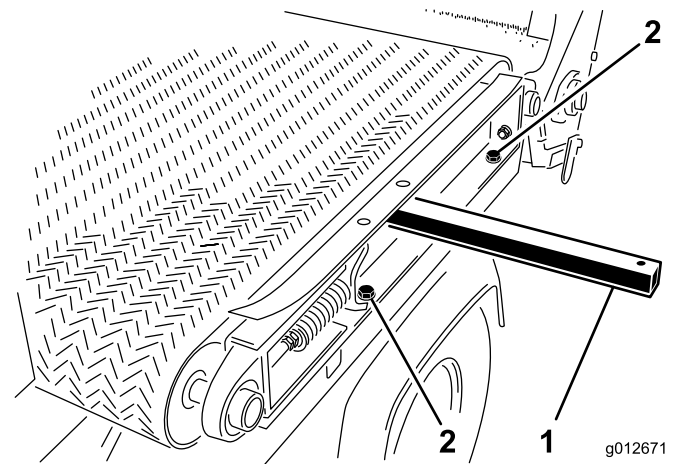

Bild 34
5. Entfernen Sie auf der linken Seite der Maschine die beiden Bundkopfschrauben und Unterlegscheiben, die die Gleitrahmenschiene am linken Kotflügel befestigen (Bild 34).
1. Setzen Sie eine Hubstange durch die linke Gleitrahmenschiene ein und heben Sie die Hubstange leicht bis an die Kipprahmenschiene an; siehe Bild 34 in Demontage der Schiebepritsche (Seite 25).